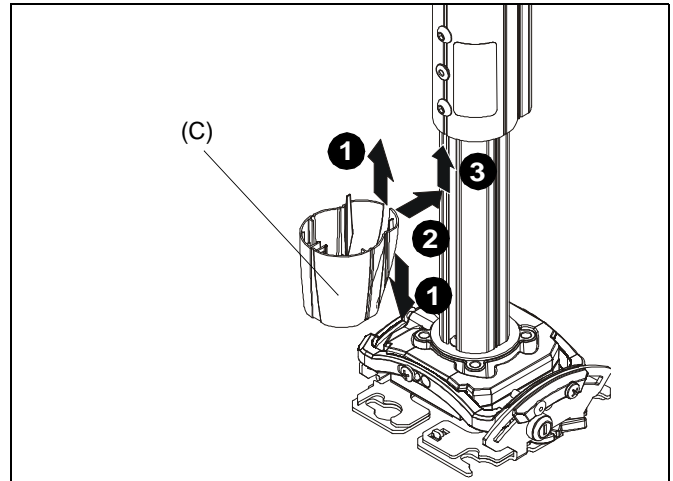

Abb. 29
1. Bewegen Sie die Überleitungsabdeckung (C) so, dass sie den unteren Teil der Ausziehsäule umschließen kann. (Siehe Abb. 29)
2. Hüllen Sie die Überleitungsabdeckung (C) um den unteren Teil der Ausziehsäule. (Siehe Abb. 29)
3. Drücken Sie die Überleitungsabdeckung (C) in die Basis des unteren Teils der Ausziehsäule, bis die Überleitungsabdeckung in ihrer Position einrastet. (Siehe Abb. 29)